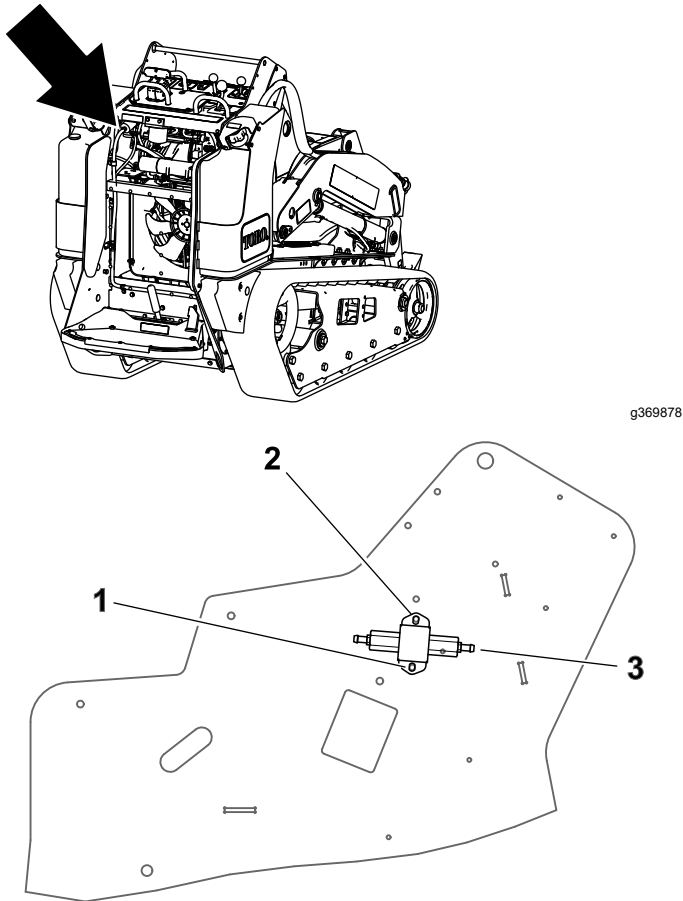
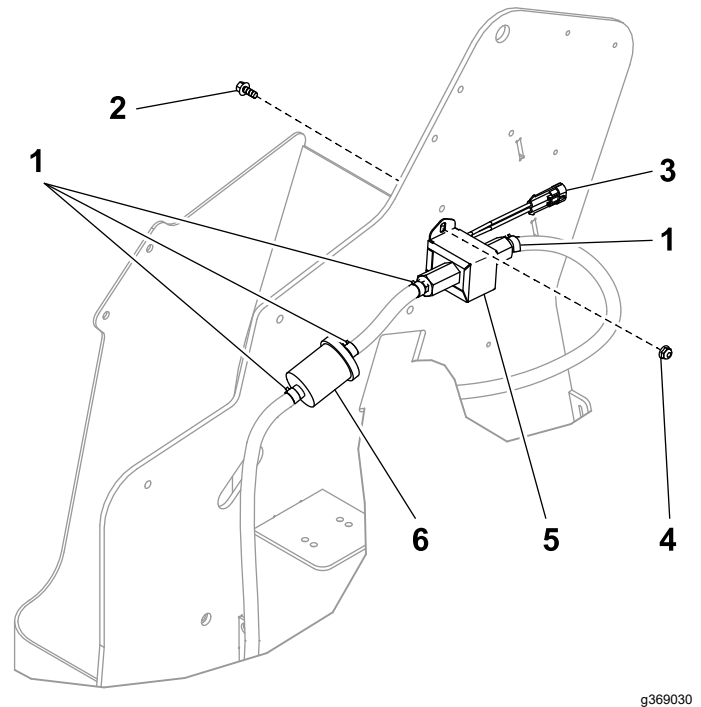

Bild 19
Bild 20
Verwenden Sie Bild 1, Bild 19 und Bild 20 für dieses Verfahren.
- Befestigen Sie die neue Kraftstoffpumpe mit zwei Schrauben ($\frac{1}{4}$ " x $\frac{5}{8}$ "") und zwei Sicherungsmuttern ($\frac{1}{4}$ ""), wie in Bild 20 abgebildet.